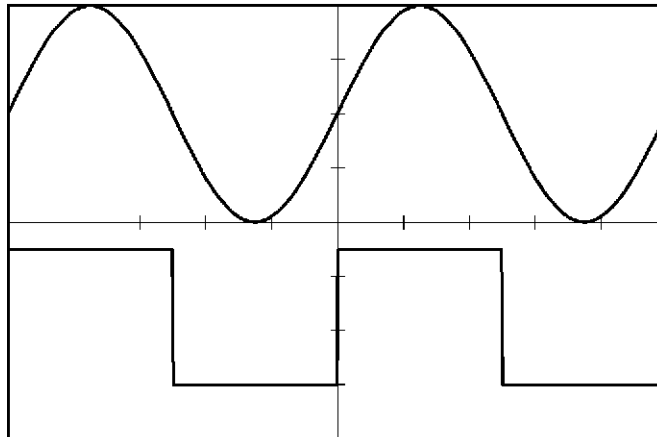

図 8-5 シーケンサ・マーカ、ポジティブの確認波形
14. 図 8-5 のように、出力信号が正の区間でハイになっているマーカが出力することを確認します。(マーカ極性ポジティブの確認)